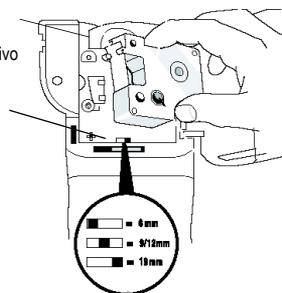

Figura 5
⚠ Prima di utilizzare l'etichettatrice per la prima volta, rimuovere l'insero di carta protettivo situato tra la testina di stampa e la ruotina di scorrimento. Vedere Figura 5.
2. Impostare l'indicatore relativo alle dimensioni del nastro in base alla cartuccia che si desidera inserire. Vedere Figura 5. Quando la cartuccia si trova nella posizione corretta, una tacca presente sulla cartuccia aderisce a tale indicatore.